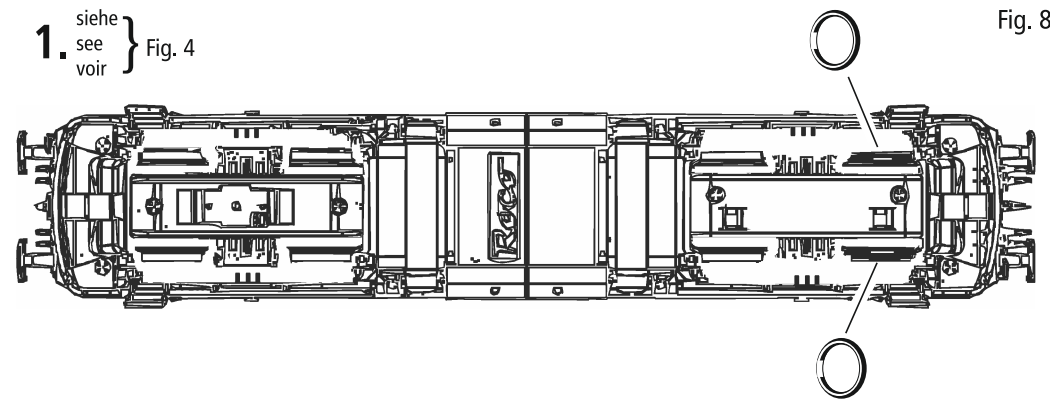

Fig. 9
3. Kohlebürstenwechsel: Lokgehäuse abnehmen (Fig. 3). Danach wird der Motor ausgebaut und die Kohlebürsten ausgewechselt (Fig. 9).
3. Remplacement des balais du moteur: Démontez la caisse (voir fig. 3). Démontez ensuite le moteur et échangez le balais (fig. 9).
3. Carbon brush changing: First remove loco body (fig. 3) and then the motor (fig. 9).
voir* } Fig. 9